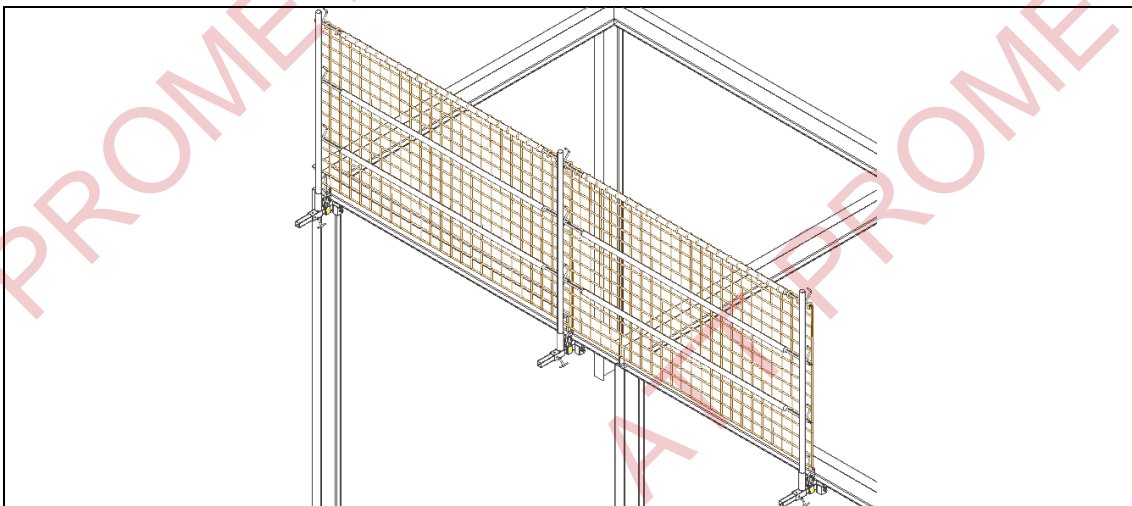

Fig. 13 Colocación red de seguridad del sistema U
7. En caso de que se utilice una red de seguridad del sistema U como protección intermedia, se deberá complementarse con las instrucciones establecidas por el fabricante/suministrador de dicho componente de naturaleza textil, y los posibles elementos auxiliares (Fig. 13).